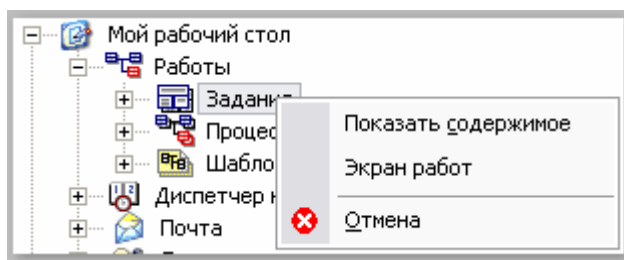

Рис. 23. Контекстное меню раздела
2. Нажмите на иконку соответствующего раздела правой кнопкой мыши и выберите пункт контекстного меню **Показать содержимое** (Рис. 23).